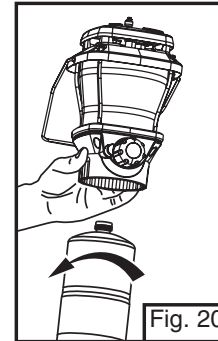

Fig. 20
- Quite el cilindro de propano de la lámpara. (Fig. 20)